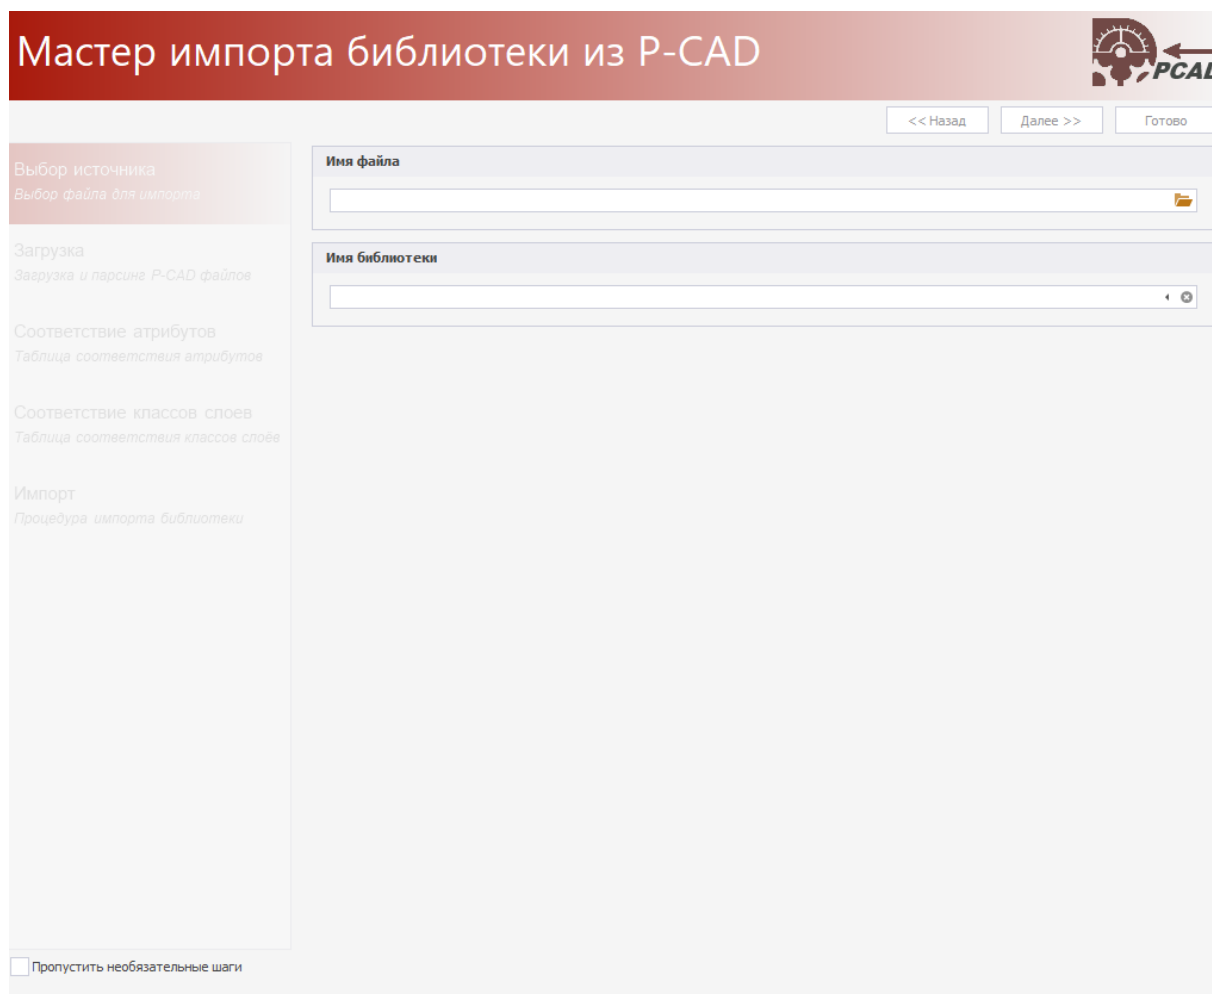

Рис. 7 Окно мастера импорта
2. Укажите путь к файлу, нажав кнопку «Папка», обозначенную символом , в поле «Имя файла», Рис. 7.